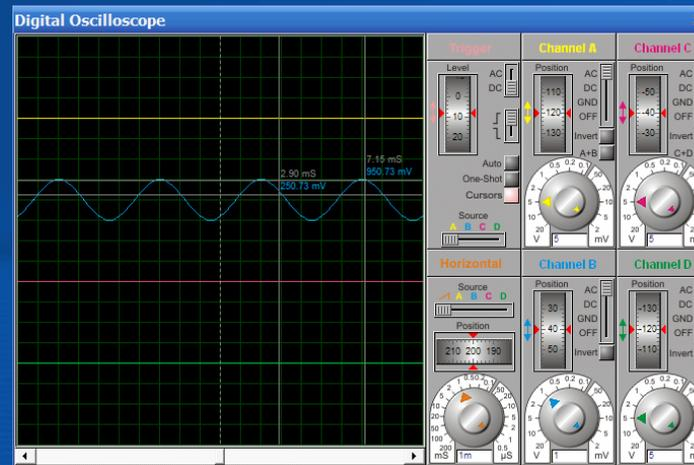

图4-55 触发区“Cursors”按钮的使用
(2) 触发区: 该区中的“Level”滚轮旋钮用来调节水平坐标，水平坐标只在调节时才显示。“Auto”按钮一般为红色选中状态。“Cursors”光标按钮选中后变为红色，可以在图标区标注横坐标和纵坐标，从而读取波形的电压、时间值及周期，如图4-55所示。单击右键可以出现快捷菜单，选择清除所有的标注坐标、打印及颜色设置。
(3) 水平区: “Position”用来调整波形的左右位移，下面的旋钮调整扫描频率。当读周期时，应把内环的微调旋钮顺时针旋转到底。